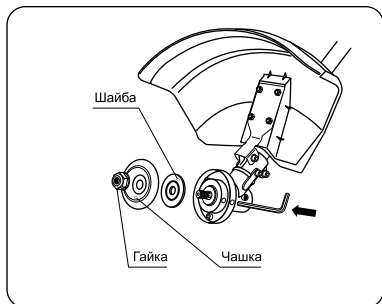

рис. 4
1. Совместите отверстия в чашке редуктора и фланцевой шайбе. Вставьте металлический стопорный стержень или шестигранный ключ из комплекта поставки в отверстия чашки редуктора и фланцевой шайбы. Вращая гайку по часовой стрелке, снимите ее, а также чашку и шайбу со шпинделя редуктора (рис. 4).
1. Совместите отверстие во фланцевой шайбе с отверстием в чашке редуктора (рис. 4). Вставьте металлический стопорный стержень в отверстие чашки редуктора и в отверстие фланцевой шайбы.